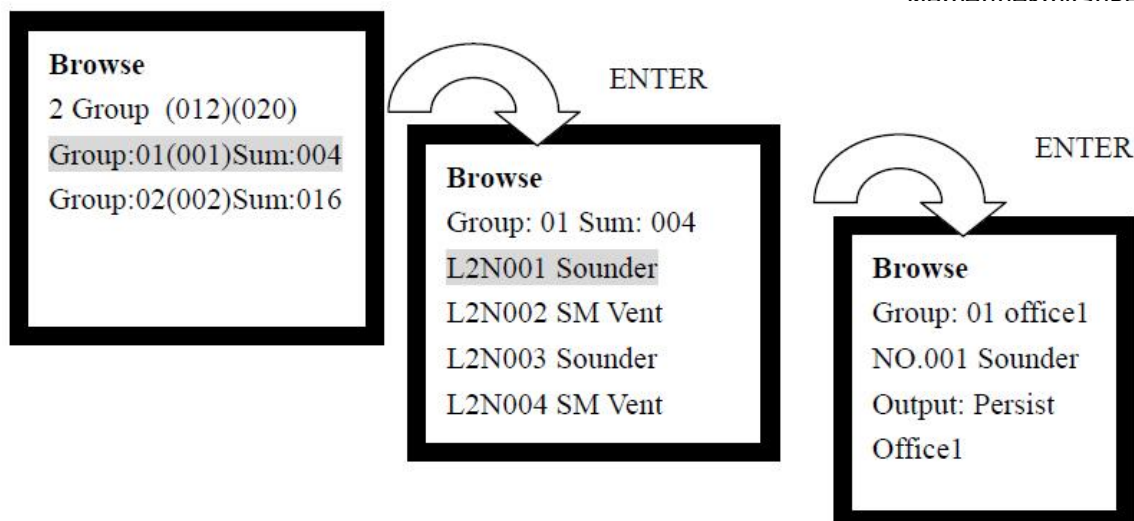

Рис. 6-6
- 3 Zone (008)(004) // в общей сложности 3 зоны, 8 адресных устройств в 1 петле и 4 во 2й петле
- Zone:01(001)Sum:004 // Zone 01, (001)- это начальный номер зоны, общее количество устройств 4.
• При нажатии кнопки 3, “3. **Group Devices**”, Вы войдете в меню для просмотра устройств в группе, как показано на рис. 6-6